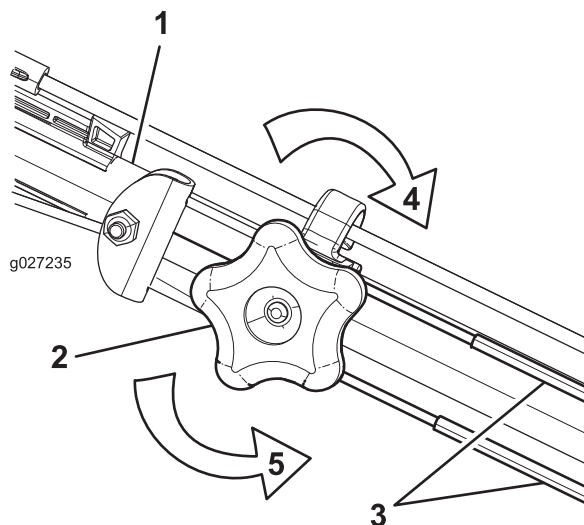

Bild 36
1. Drehen Sie das Handrad nach links, um die Zügeinstellung zu lösen (Bild 36).
2. Stellen Sie die Spannung der Züge (Bild 36) ein, indem Sie sie zurückziehen oder nach vorne drücken und dann in dieser Stellung arretieren.